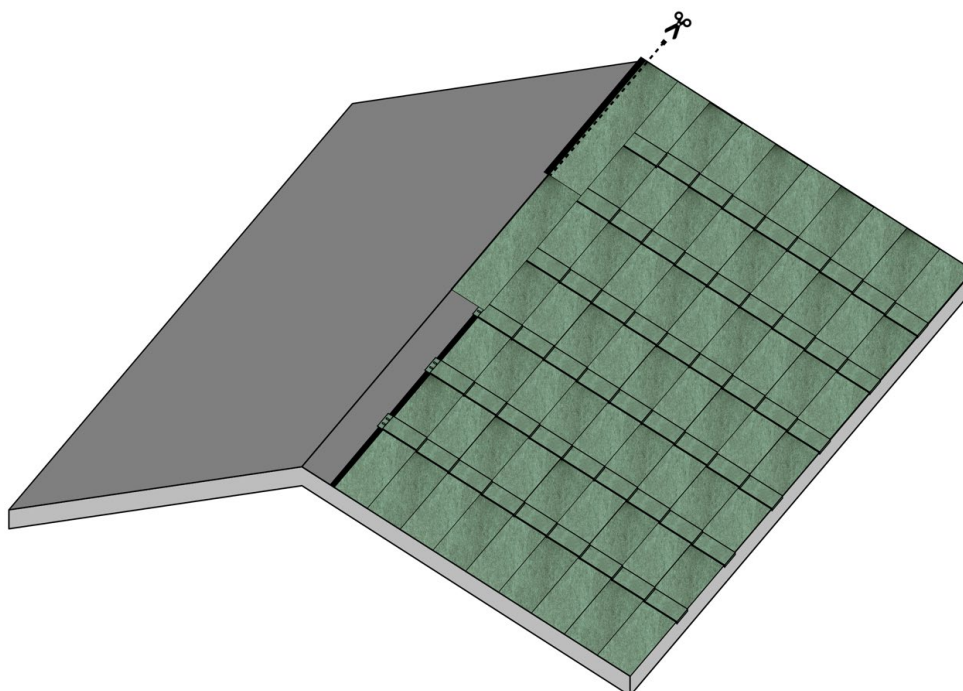

Fig. 23 - Installazione delle tegole al colmo
- Ripetere la procedura di posa delle tegole canadesi per file, fino alla completa copertura della falda, lasciando gli ultimi 10 cm di membrana bituminosa esposta. La parte dell'ultima fila di tegole eccedente, verrà tagliata, Fig. 23.